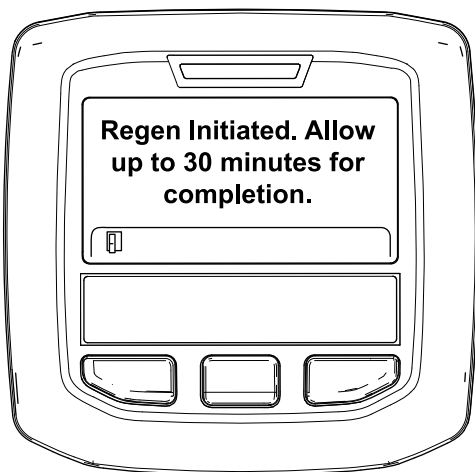

Figura 36
- Se la rigenerazione è consentita, nell'InfoCenter viene visualizzato il messaggio "Rigen. iniziata". Attendere fino a 30 minuti per il completamento, attendete il completamento del processo di rigenerazione parcheggiata da parte della macchina (Figura 36).